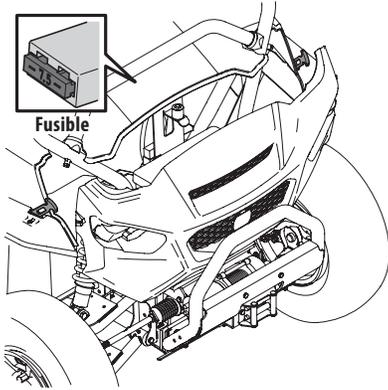

Figure 4-8
2. Enlevez le fusible de l'accessoire défectueux et remplacez-le au besoin par un fusible d'intensité appropriée. Voir Figure 4-8.